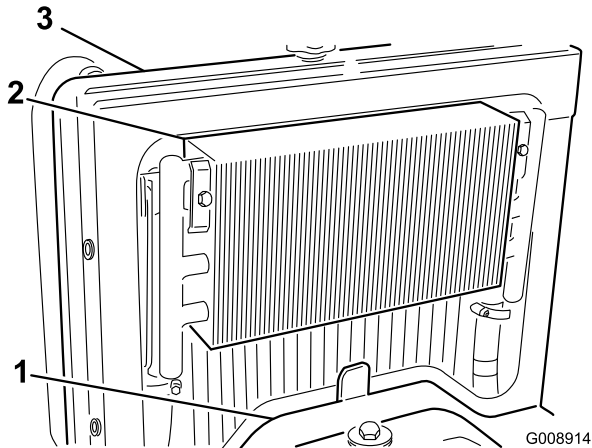

Bild 52
2. Entfernen Sie die Zugangsplatte (Bild 52).